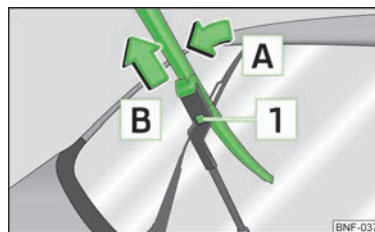

Fig. 31 Escobilla limpiacrístales del parabrisas
- Levantar el brazo de la luna trasera del parabrisas e inclinar la escobilla ligeramente en la dirección del brazo del limpiacrístales, flecha **A** » fig. 31.